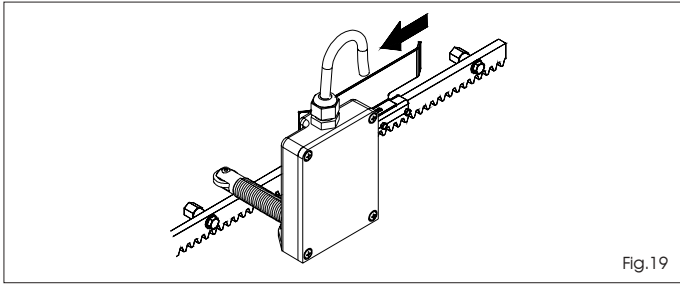

Fig.19
6) Herhaal de handelingen van punt 4 en 5 voor de eindschakelaar voor sluiting, Fig. 19.